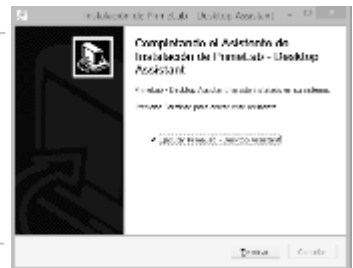

Imagen 6
7) En la última ventana (Imagen 6) tiene la opción de iniciar el “PrimeLab Desktop Assistant” inmediatamente después de finalizar la instalación. Coloque para ello un ganchillo en el recuadro correspondiente y haga clic en “Finalizar”.